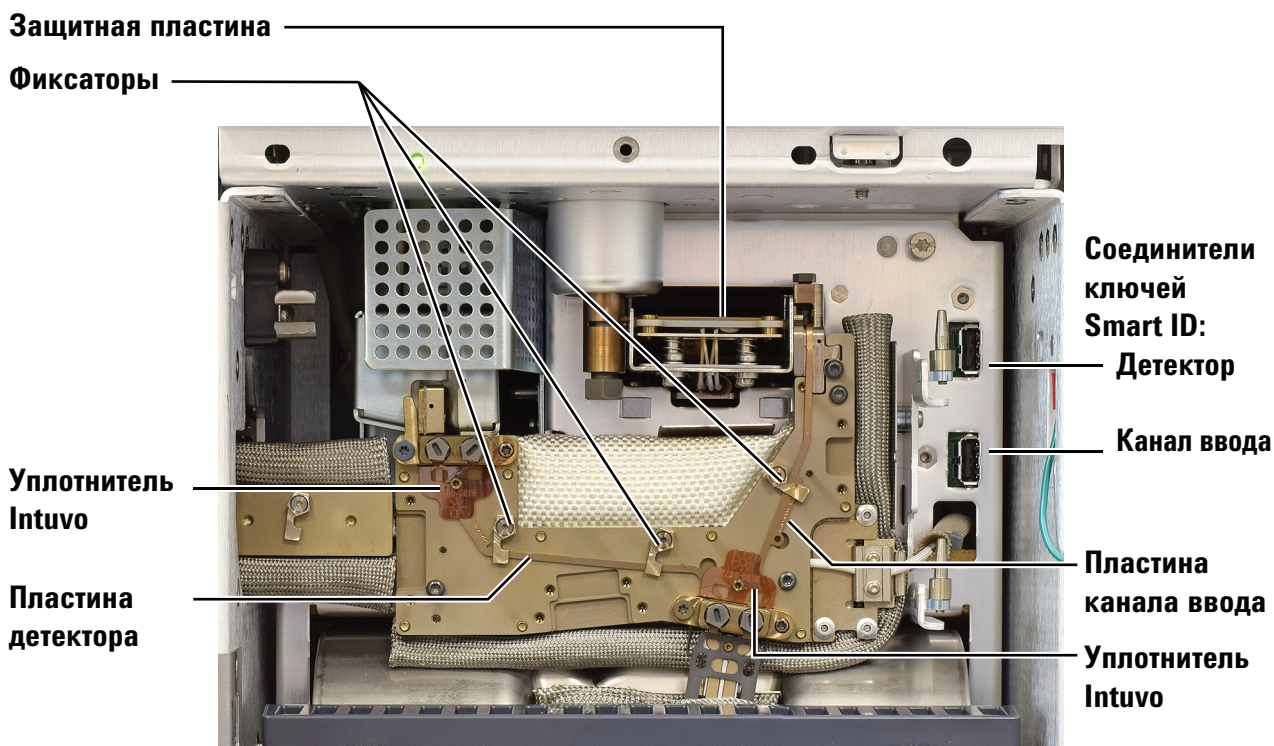

Рис. 7 Компоненты шины Intuvo
Рис. 7 указывает основные компоненты шины Intuvo.
- 12 Откройте зажимы, которые крепят пластину детектора к шине, отверткой Torx. См. Рис. 7.